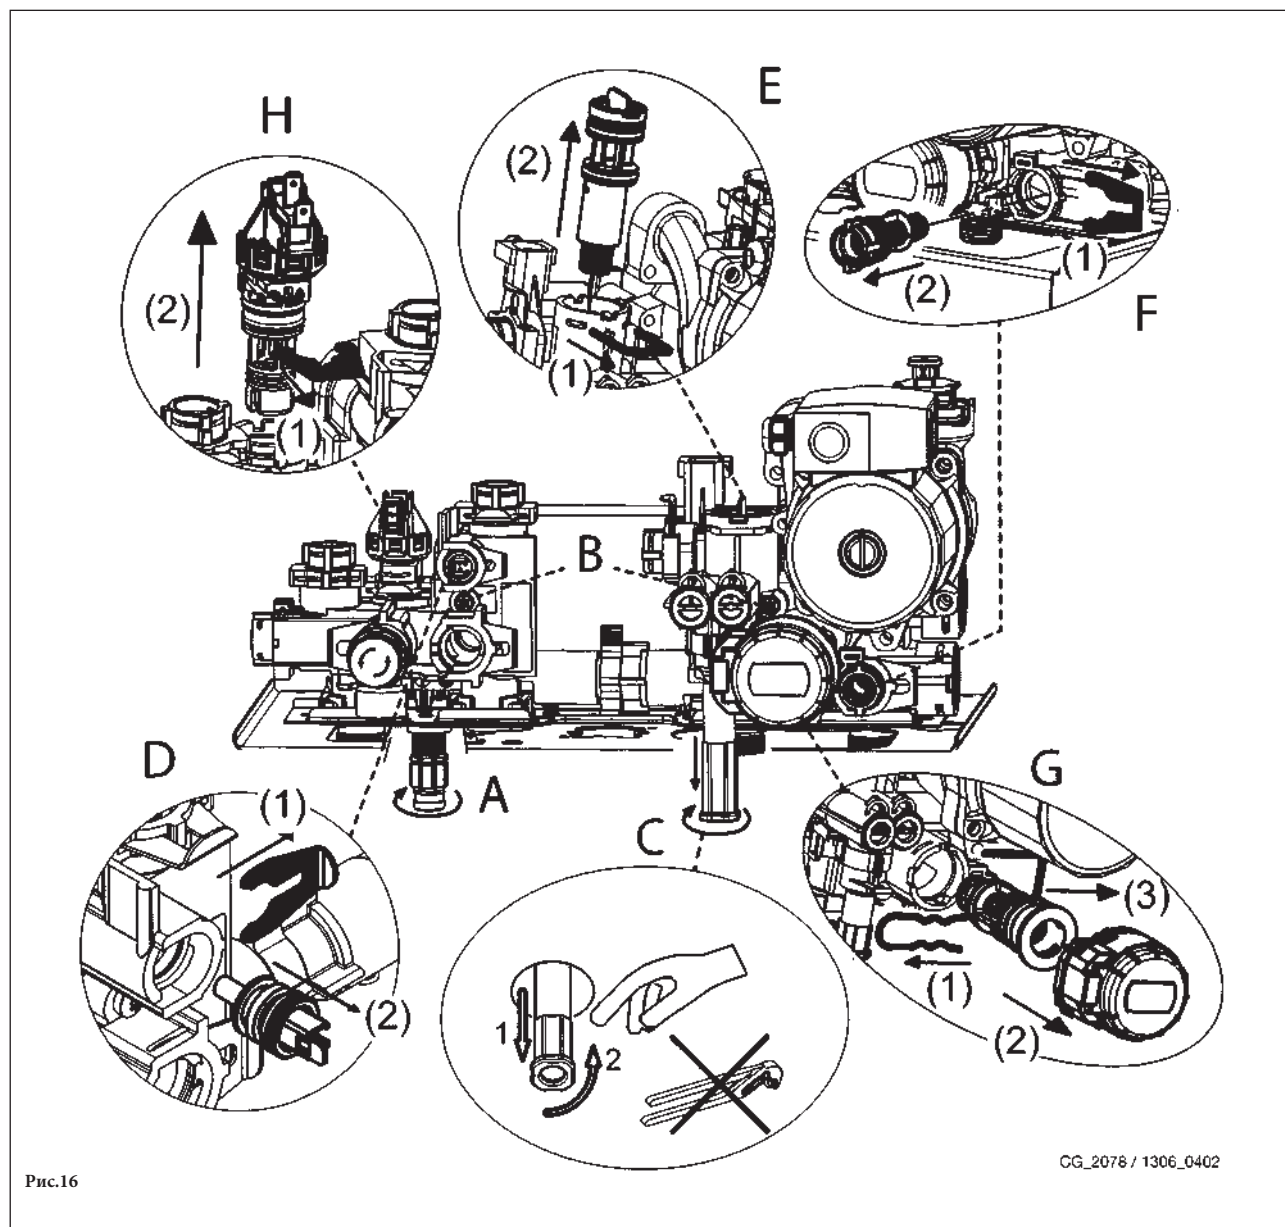

Рис.16
Фильтр на входе холодной воды системы ГВС и фильтр на обратке системы отопления располагаются внутри специальных съемных картриджей. Картридж с фильтром системы отопления располагается на возврате из системы (рис.16 F), картридж с фильтром системы ГВС располагается на входе холодной воды (рис. 16E). Для очистки фильтров действовать следующим образом:
- слить воду из системы отопления, открыв кран А (рис.16);
- для того, чтобы вынуть картридж с фильтром системы отопления, необходимо вначале снять мотор трехходового клапана (1-2G – рис.16);
- Снять зажим 1E (рис.16);
- Снять фильтр (2E рис.16).
При отсутствии специального крана необходимо демонтировать вторичный теплообменник, как описано в следующем параграфе, и очистить его отдельно. Рекомендуем очистить от известкового налета также датчик NTC системы ГВС и место его расположения (рис.16 D).
- снять два винта (рис. 16В), видные спереди, для крепления теплообменника вода-вода и снять его из гнезда, используя пространство, образовавшееся после снятия реле давления отопления;